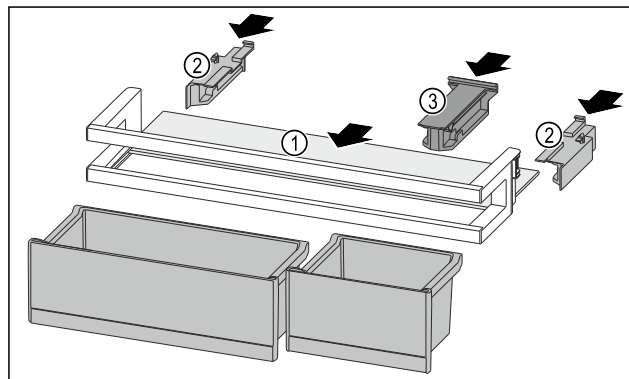

Fig. 95
- Policu za odlaganje Fig. 95 (1) gurnite u bočne otvore.
- Umetnite bočne dijelove Fig. 95 (2).
- Umetnite pridržni dio Fig. 95 (3).